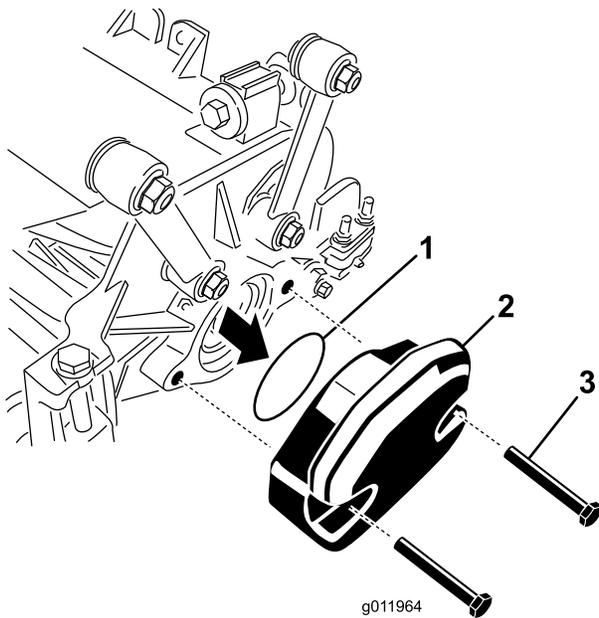

Bild 6
1. Entfernen Sie an den Mähwerken 3 und die zwei Kopschrauben, mit denen das Gegengewicht links am Mähwerk befestigt ist. Nehmen Sie das Gegengewicht ab (Bild 6).